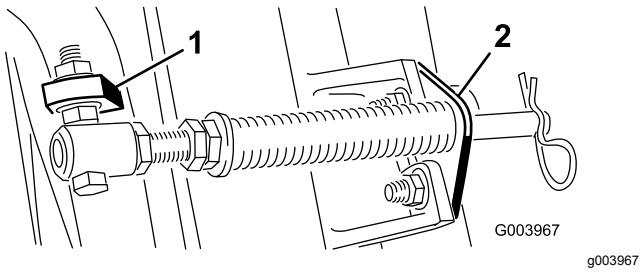

Figure 5
4. Montez le support de tige sur les pattes de l'unité de coupe à l'aide des boulons de carrosserie et des écrous (Figure 5).